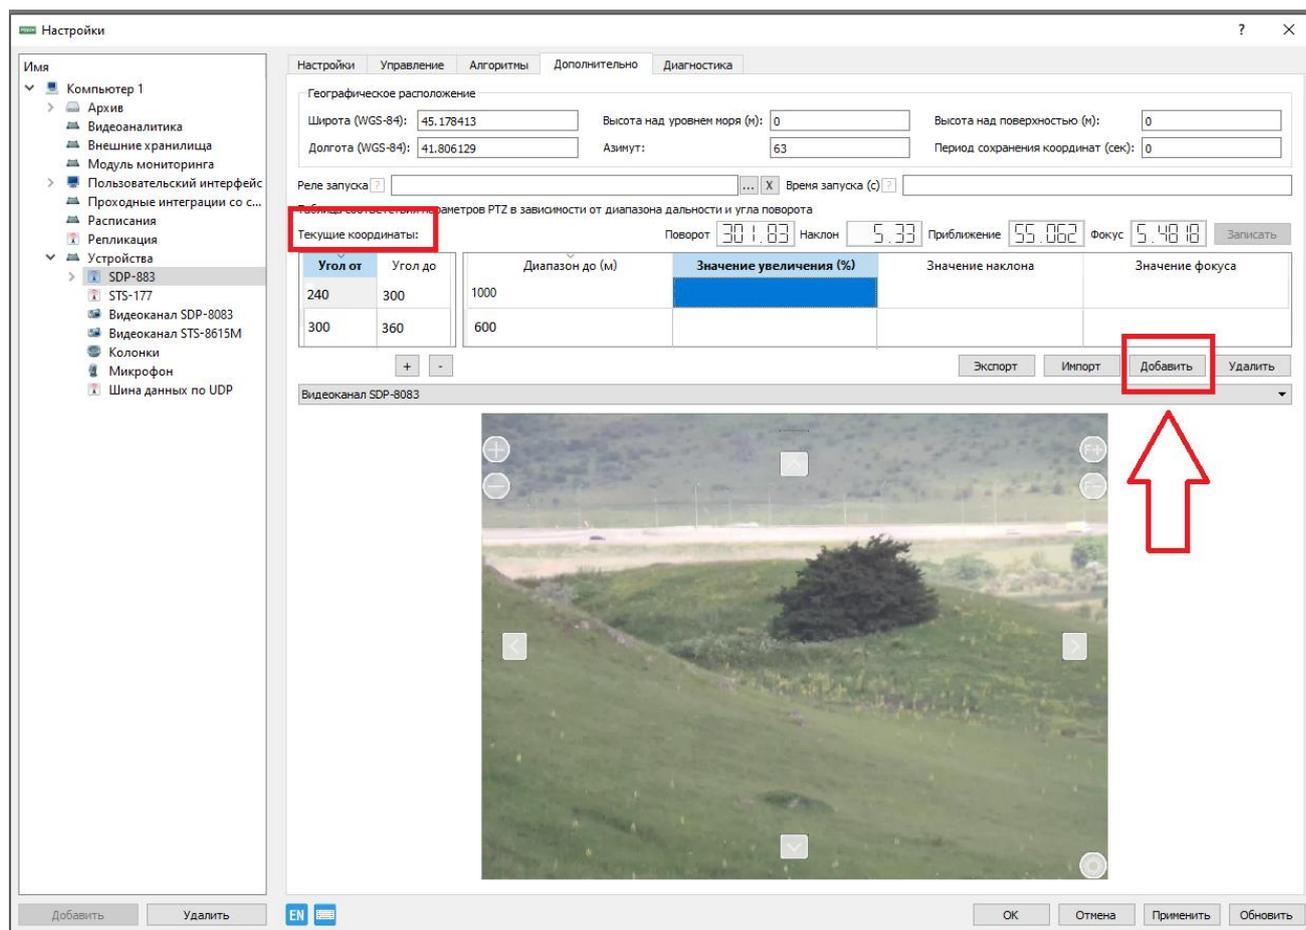

Рисунок 30
2.3.8.14 Для добавления нового объекта необходимо повторно навести видеокамеру на нужный нам объект, нажать кнопку «Добавить» (Рисунок 30) в таблицу координат внести показания в соответствии с п. 2.3.8.10 настоящего РЭ.